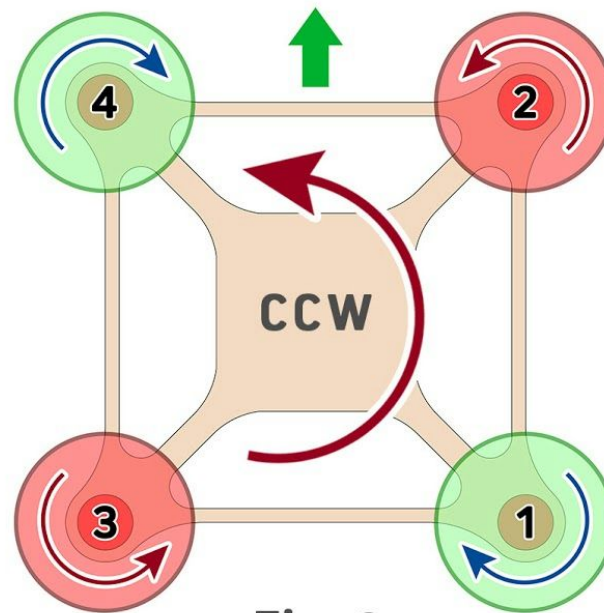

Fig. 8
Para que el dron gire en sentido **horario (CW)** habrá que hacer lo opuesto, aumentar las revoluciones de los que comparten la otra diagonal (**motores 1 y 4**) y disminuir las de los opuestos (**motores 2 y 3**) (Fig. 8).